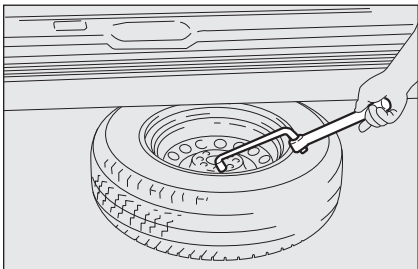

fig. 7a
- utiliser la clé démontage roues **C** pour emporter la roue en dehors du véhicule **fig. 7a**;